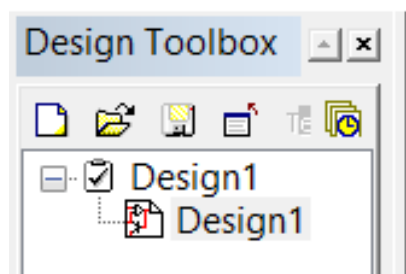

Рис. 10. Панель разработки
2) *Design toolbox* (панель разработки) предназначена для отображения иерархии проекта и отображении/скрытии элементов схемы. Внешний вид панели представлен на рис. 10: